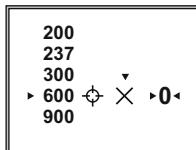

Fig.7
- Il numero massimo delle distanze da memorizzare per l'aggiustamento è cinque (fig.7).
- Per cancellare le distanza scegliete la voce X (vedi fig.7). Premete il controller per cancellare.